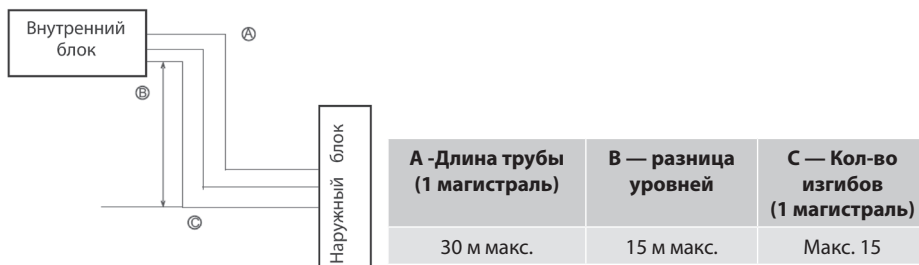

Рис. 7.2
- Обеспечьте разницу уровней между наружным и внутренним блоками, длину магистралей и количество изгибов не более, чем указано на Рис. 7.2